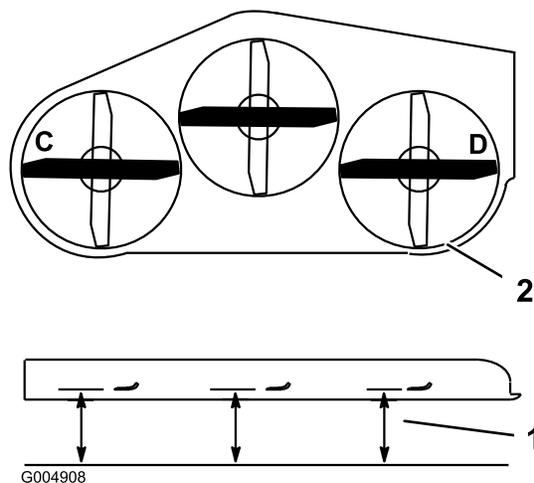
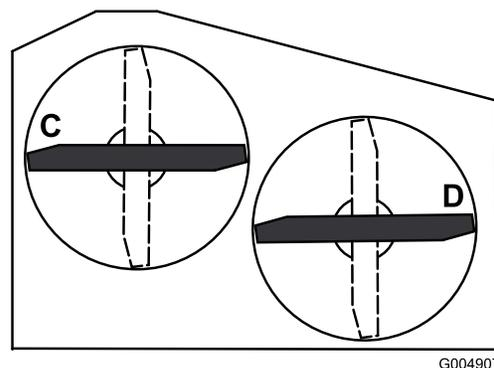

Figura 76
Figura 77
- Coloque las cuchillas en posición lateral. Mida la cuchilla en las posiciones C y D desde una superficie nivelada hasta el filo de corte de las cuchillas (Figura 76). Para las plataformas de cortacésped de 36 pulgadas, consulte la Figura 77.